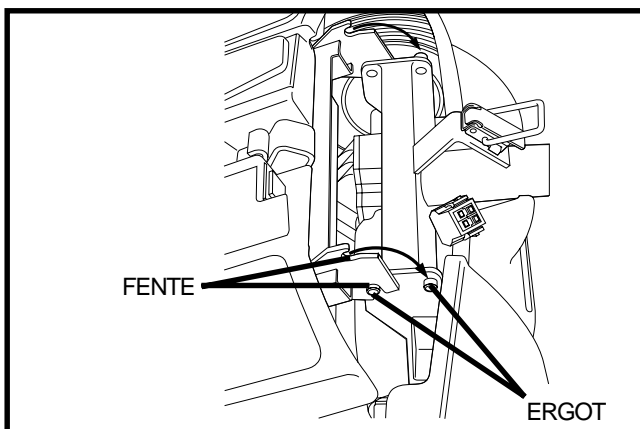

Figure 24. Verrouillage du cadre
2. Soulevez la section avant pour dégager les ergots des fentes. Voir la figure 24.
2. Utilisez le mât du guidon pour soulever la section avant et aligner ses fentes avec les crochets correspondants de la section arrière. Voir la figure 24.